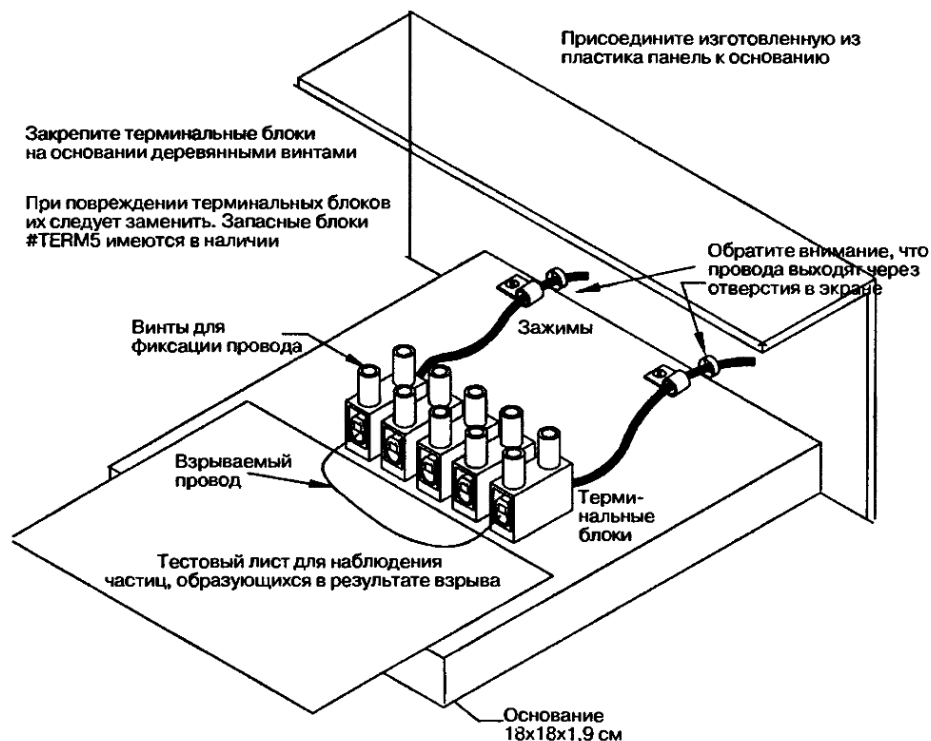

Рис. 6.2. Схема взрывной камеры
1. Соберите взрывную камеру, как показано на рис. 6.2.